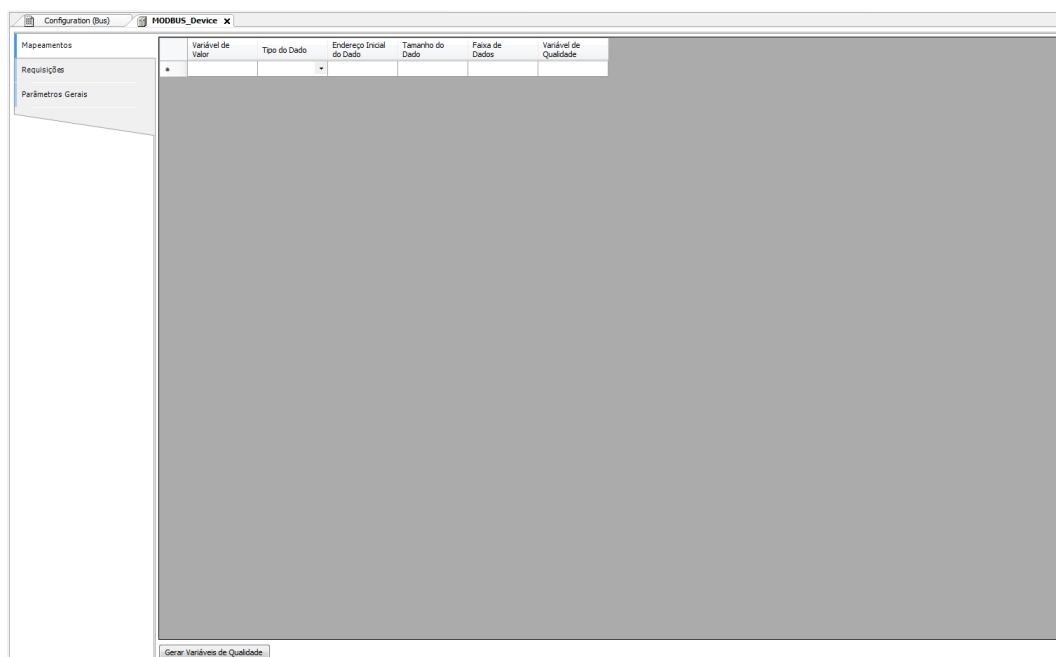

Figura 55: Tela de Mapeamentos de Dados MODBUS
- Adicionar e configurar os mapeamentos MODBUS na aba Mapeamentos conforme Figura 55, especificando o nome da variável, tipo de dados e endereço inicial do dado, o tamanho do dado e a faixa são preenchidos automaticamente.